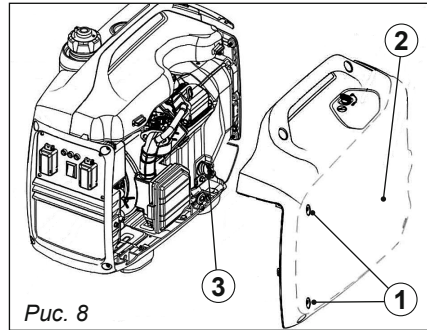

Рис. 8
2. Отвинтите крепежные винты ①, а затем снимите боковую крышку ② (рис. 8).